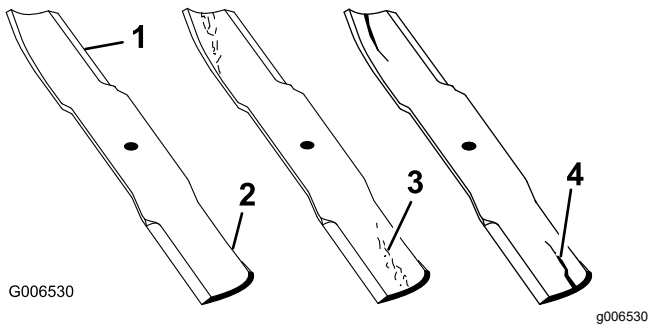

Bild 60
- Untersuchen Sie die Schnittkanten (Bild 60).
- Wenn Sie Risse, Verschleiß oder Rillenbildung in diesem Bereich feststellen, sollten Sie sofort ein neues Schnittmesser einbauen (Bild 60).